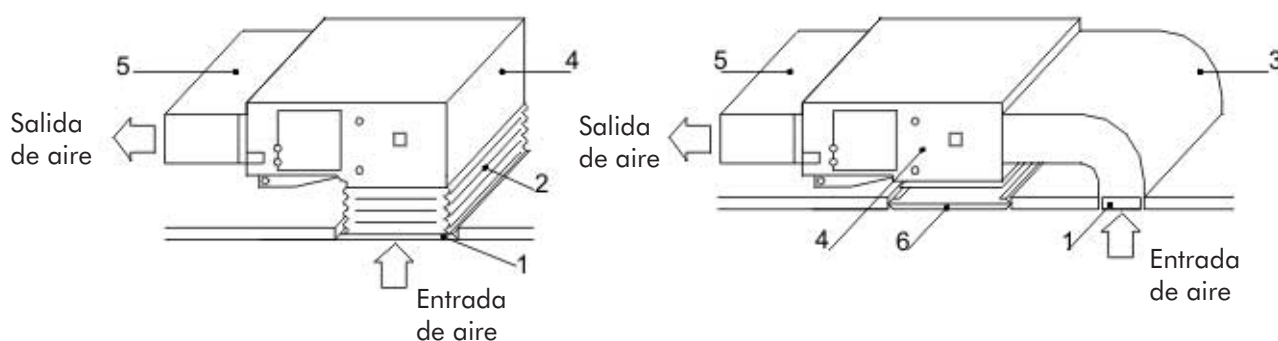

Fig. 29
3. Conecte un extremo del conducto de entrada a la unidad interior y el otro extremo a la rejilla de entrada. Para un ajuste conveniente de la altura, puede incluso utilizar una loneta doble de entrada. Tanto las condiciones de construcción como la facilidad de mantenimiento ha de tenerse en cuenta cuando se selecciona el método de instalación. (Fig 29)